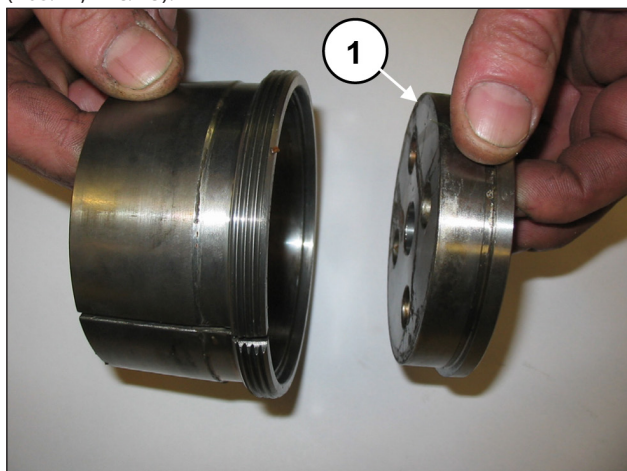

Рис. 23
Открутите винты с обеих крышек корпусов подшипников (поз. ①, Рис. 23).